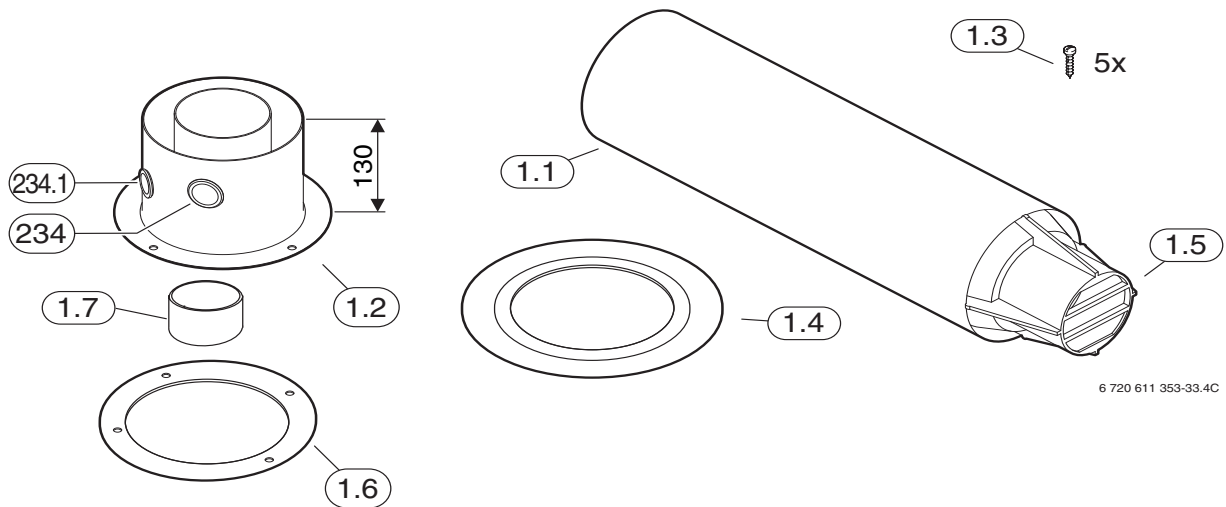

Fig. 28
- In caso di necessità, fissare l'eventuale prolunga al terminale (1.1), presso il sistema d'innesto M-F del lato aria, usando la vite autofilettante a corredo (fig. 28 ed esempio in fig. 7).
Nella tipologia dei sistemi con condotti concentrici verticali Ø 60-100 mm, il montaggio di quest'accessorio è particolarmente indicato nel primo tratto verticale, subito dopo l'adattatore (vedi fig.28 con tipologia C₁₂ oppure le fig.25 e 38 con tipologia C₃₂).